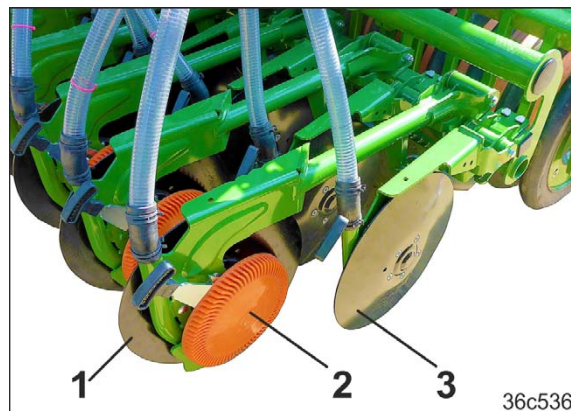

Fig. 68
Control-labben RoTeC-Pro (Fig. 68/1) brukes til legging av sågods på pløyd eller mulchet jord, også med store mengder halm og planterester.
På grunn av at labben støttes på dybdeføringsskiven/hjulet (Fig. 68/2) og det høye labbtrykket løper labben spesielt rolig og overholder frøleggedybden nøyaktig.
- for rengjøring av baksiden til stålskiven (Fig. 68/3).